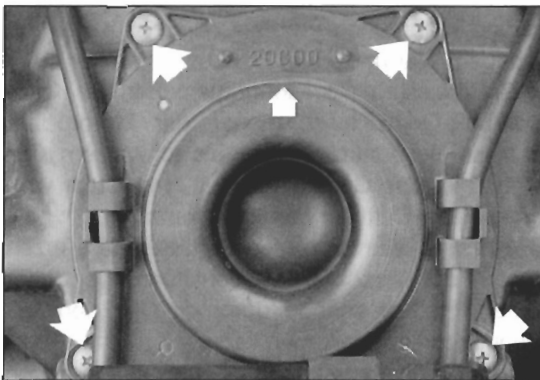

Bild 17
- Vier Befestigungsschrauben des Luftfilterdeckels ausdrehen (Bild 17) und Filterelement entnehmen. Beim Einbau muss Pfeilmarke nach vorn zeigen.